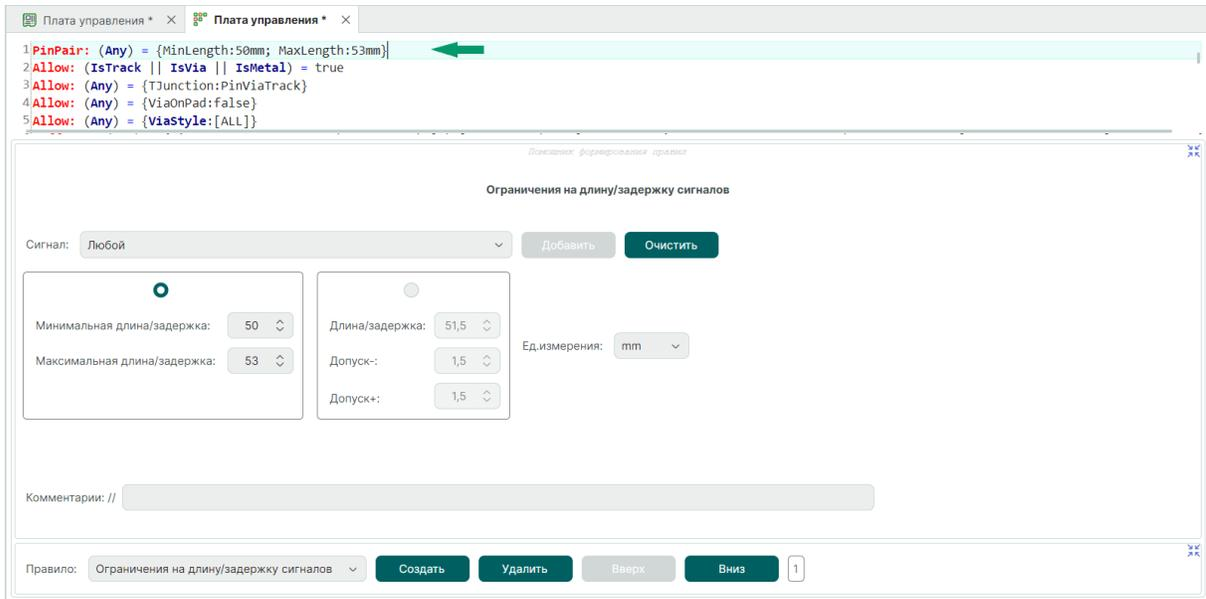

Рис. 384 Пример ограничения на длину/задержку сигналов
2. Добавьте правила, определяющие длину или задержку сигналов в редакторе правил, см. Рис. 384. Подробнее о работе с правилами см. Редактор правил.